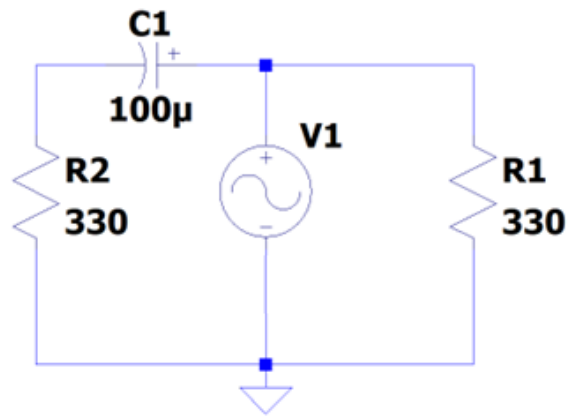

Figura 1
- 6.3 Implementar en el *protoboard* el circuito de la Figura 1. Obtener con el osciloscopio la forma de onda de voltaje de cada resistencia y comprobar sus medidas. La señal V1 es una onda senoidal de 6 V de amplitud, 1 kHz de frecuencia y 4 V de voltaje DC.